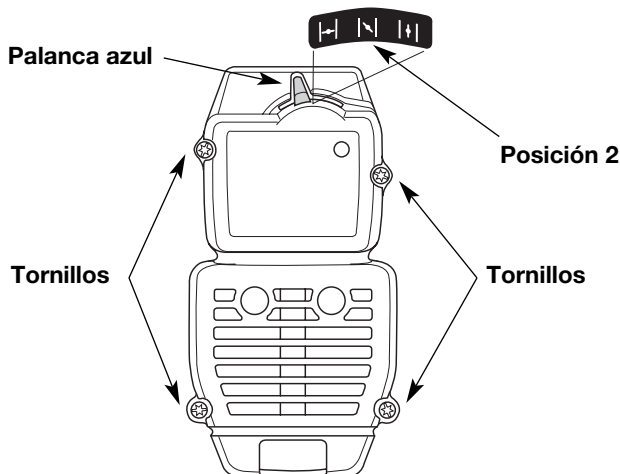

Fig. 17
**NOTA:** La palanca azul debe estar en Posición 2 (Fig. 17) para sacar la cubierta del silenciador / filtro de aire.
2. Saque los cuatro (4) tornillos que sostienen la cubierta del silenciador / filtro de aire (Fig. 17). Use un destornillador de broca Torx N° T20.
2. Inserte los cuatro (4) tornillos en los orificios de la cubierta del silenciador / filtro de aire (Fig. 17) y ajústelos. **No los ajuste demasiado.**